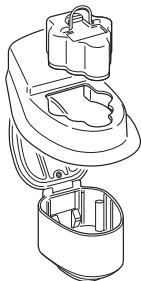

Figura 3 – Instale la batería
5. Mientras alinea el perfil de la carcasa de la batería con el escudo de transferencia y la abertura de la cámara, coloque la batería no estéril en el interior de la cámara (figura 3).